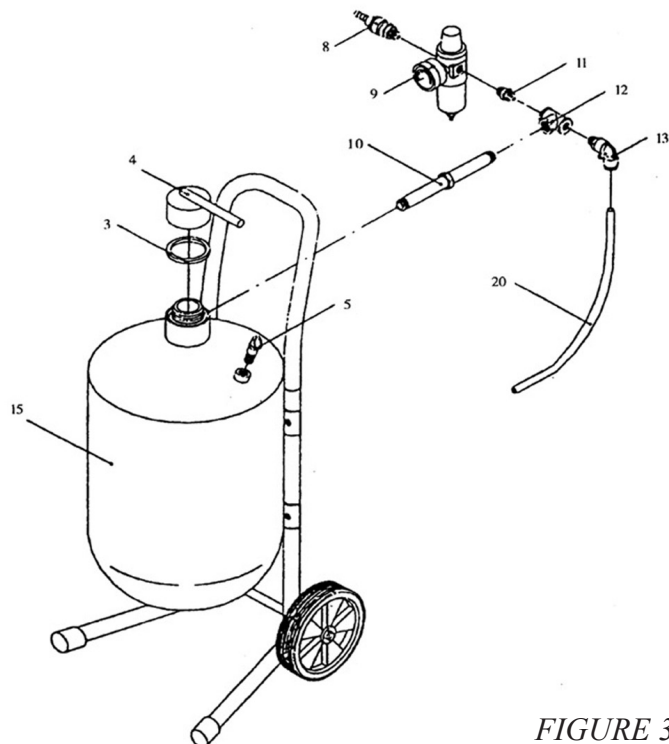

FIGURE 3
Ensemble de régleur de pression d'air et de valve de sécurité (voir la fig. 3)
1. Fixez le raccord (no 8) à une des entrées latérales du régleur de pression d'air (no 9). Fixez le collecteur d'admission (no 12) à l'autre côté du raccord de marmelon (no 11). Assurez-vous que le manomètre du régleur de pression d'air et que l'entrée avant du collecteur d'admission sont orientés dans la même direction, comme illustré à la figure 3.